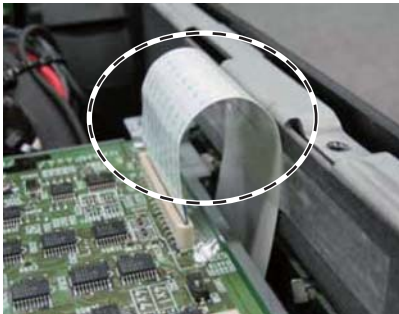

Fig. 31 (図 31)
- u) Bend the flat cable to prevent it from touching the top cover. (Fig. 31, 32)
- u) トップカバーとの接触を避けるためにフラットケーブルを折り曲げます。(図 31、32)